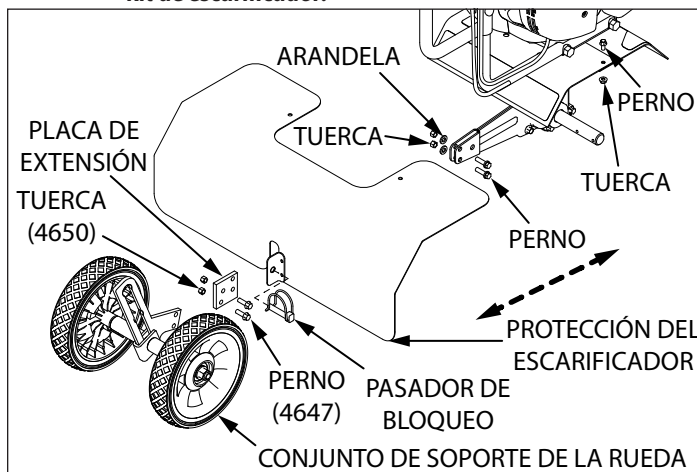

FIGURA 14
2. Destornille los pernos y tuercas de montaje que conectan el soporte de la rueda al espolón de arrastre y deje el soporte de la rueda a un lado. **CONSULTE LA FIGURA 14**
5. Instale la placa de extensión de la rueda (4676) con los pernos (46142) y tuercas (4650) adicionales. Asegúrese de que la extensión de la rueda esté orientada en la dirección correcta. (El lado, con los dos orificios hacia el borde, se conecta al montaje del espolón de arrastre). **CONSULTE LA FIGURA 14**